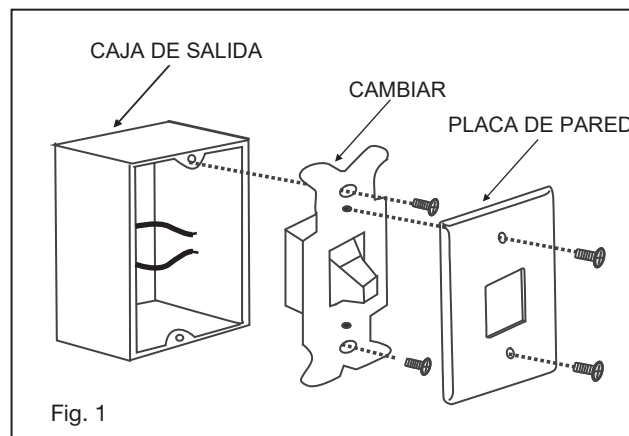

Fig. 1
- 1 Inserte el receptor en la parte superior de la carcasa del ventilador. (Fig. 1) Para un mejor rendimiento, asegúrese de que la Antena Negra, en el extremo del receptor, permanezca extendida y sin enredarse con ninguno de los cables eléctricos.